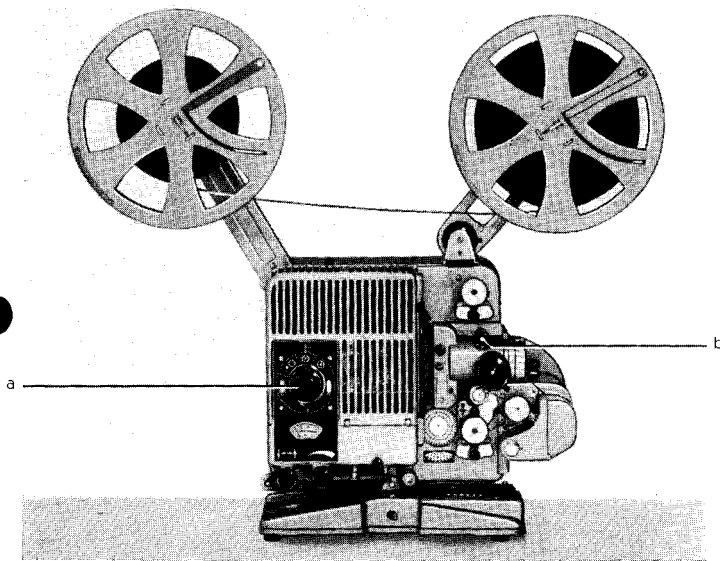

Bild 23 Umspulanordnung a Bedienungsknopf
Umspulen mit Hilfe des Motors (Bild 23)
3. Hebel b (Bild 23) in Projektionsrichtung umlegen, dadurch wird Umspulantrieb fest mit vorderer Spule gekuppelt.
4. Bedienungsknopf a (Bild 23) in Achsrichtung drücken, nach rechts auf Rücklauf drehen. (Beim Umspulen bleibt die Lampe abgeschaltet.)